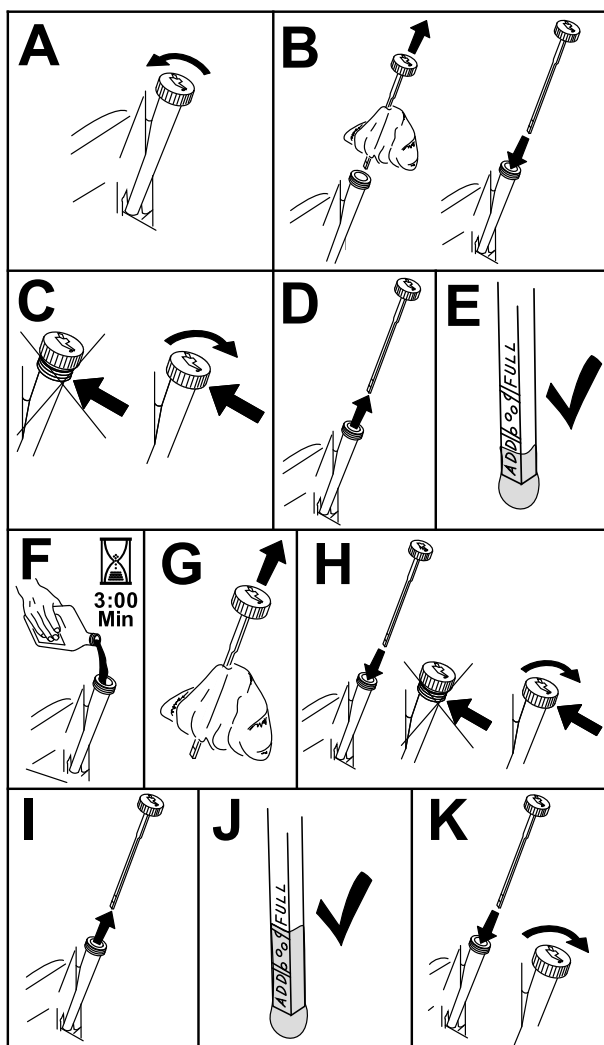

Figure 33
3. Pour éviter de faire tomber de l'herbe, de la poussière, etc., dans le moteur, nettoyez la surface autour du bouchon de remplissage-jauge d'huile, avant de l'enlever (Figure 33).